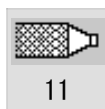

図 4 - 45 グループなし
2. チャンネルキーの色のついた枠と、チャンネル記号の下のグループ名が消えるまで、チャンネルキーを何度か押します。図4 - 45を参照してください。